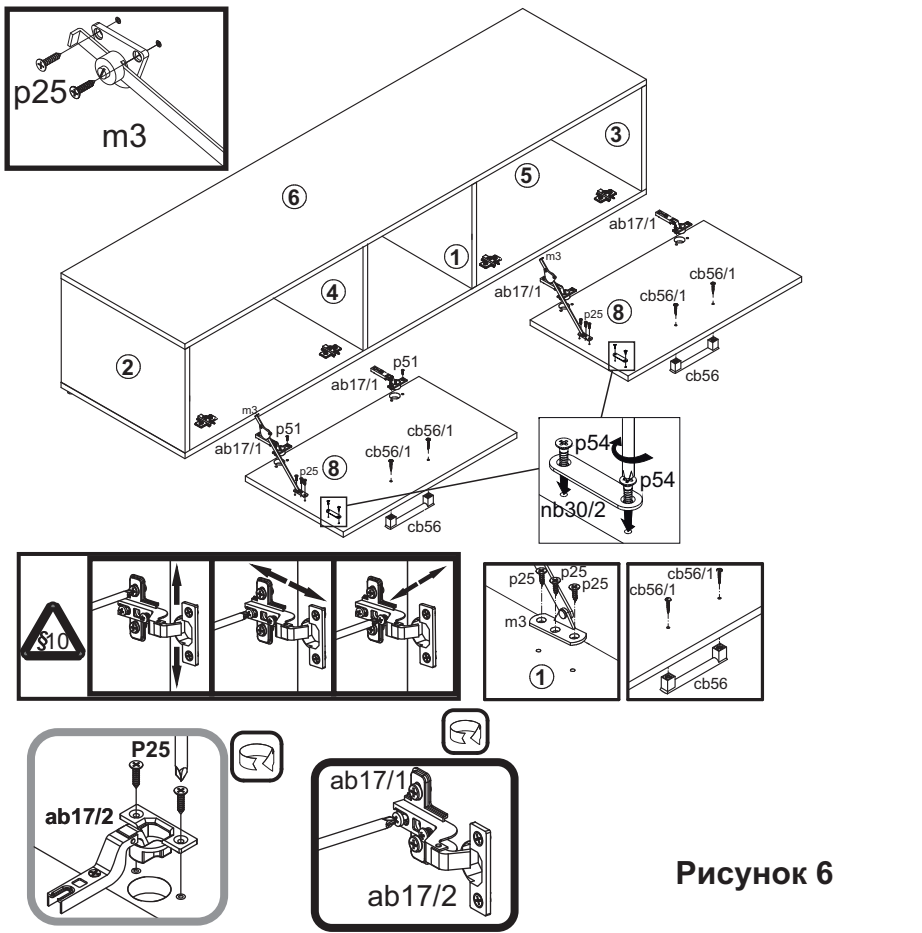

Рисунок 6
12. Положить двери **8** фасадными поверхностями вниз на ровную поверхность и закрепить на них петли шарнирные **ab17/1** шурупами **p25** (см. рис. 6).
13. На внутренней поверхности дверей **8** в отверстия  $\varnothing 3$  мм (кернения) закрепить магнитную пластину **nb30/2** при помощи шурупов **p54** (см. рис. 6).
14. Навесить двери **8** на корпус тумбы, совместив петли шарнирные **ab17/1** с ответными планками петель **ab17/2**, а затем закрепить кронштейны бара **m3** шурупами **p25** (см.рис. 6).
15. На внутренней поверхности дверей **8** в отверстия  $\varnothing 5$  мм вставить шурупы **cb56/1**. Снаружи совместить отверстия ручки **cb56** с резьбой шурупов и завернуть шурупы **cb56/1**, удерживая ручку (см. рис. 6).
16. При необходимости отрегулировать положение дверей вращая регулировочные винты, (см. рис. 6).